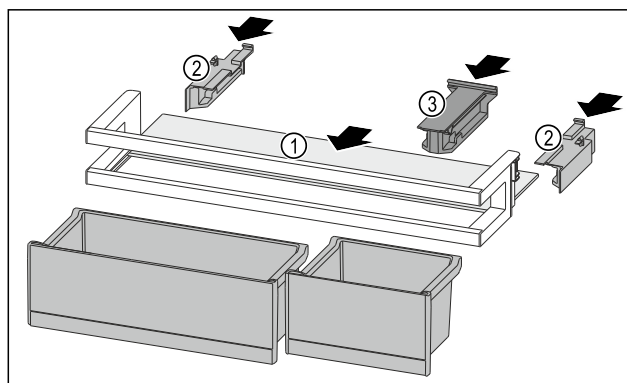

Fig. 198
- Odkládací plochu Fig. 198 (1) zasuňte do bočních vybrání.
- Boční díly Fig. 198 (2) vložte.
- Držák Fig. 198 (3) vložte.